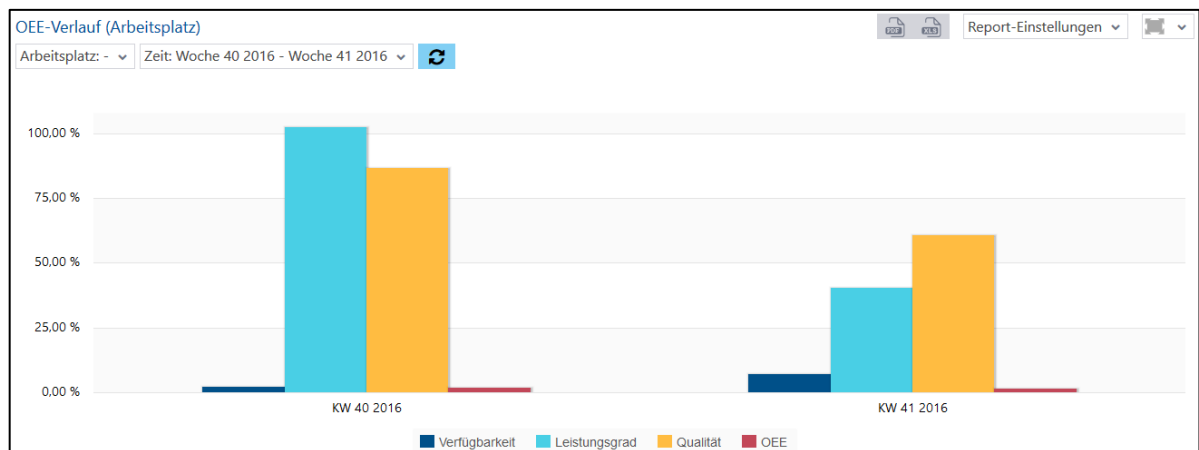

Bild 43: OEE-Verlauf (Arbeitsplatz) als Säulendiagramm
- OEE-Verlauf (Arbeitsplatz) als Säulendiagramm (Bild 43):